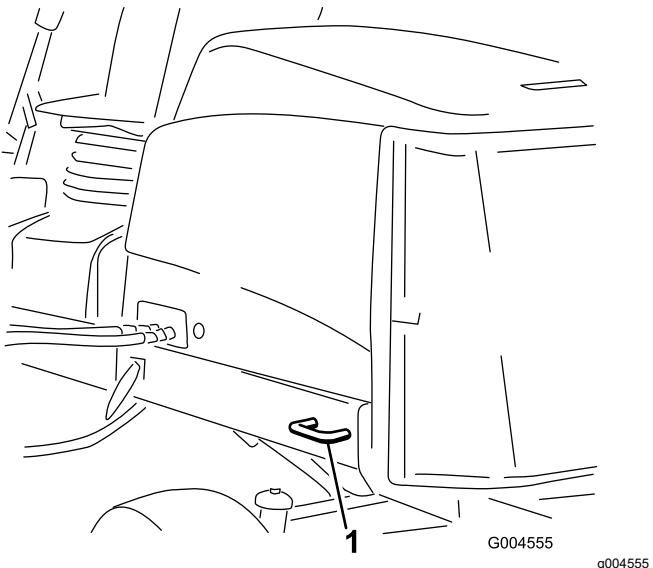

Рисунок 36
- Задняя часть машины**— с каждой стороны машины на задней раме (Рисунок 36).